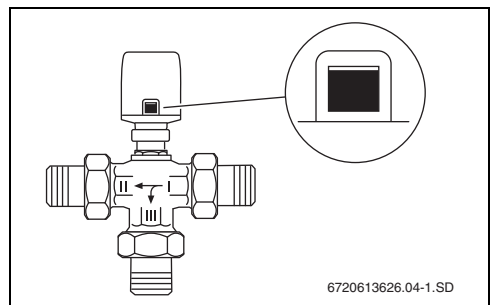

Bild 9 Hubanzeige im bestromten Zustand
- Die Hubanzeige ist gut sichtbar (→ Bild 9).